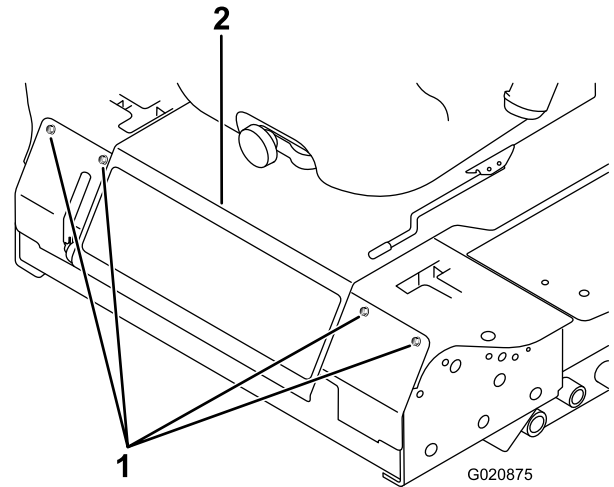

Figura 52
- Afloje los pernos del panel delantero y retire el panel (Figura 52).